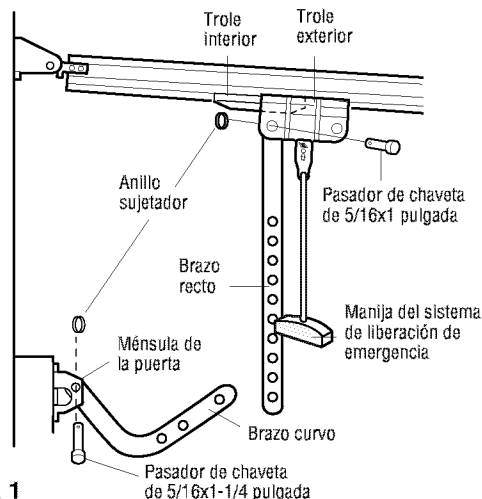

Figura 1
- Marque y taladre dos orificios de 0.78 cm (5/16 de pulg.) para los sujetadores a la derecha y a la izquierda. Sujete la ménsula al refuerzo vertical (si éste existe), como se muestra en la Figura 1.
#### •Figura 1: